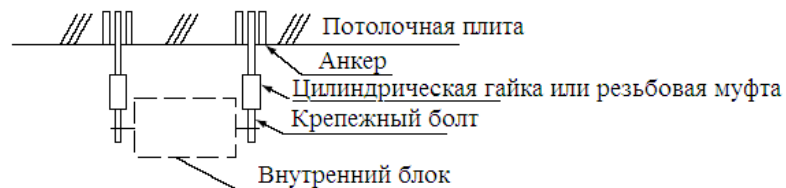

Рис. 4
(2) Установите крепежные болты (Рис. 4). Используются болты размера M10. На старых потолках устанавливаются анкеры, а на новых – утопленные анкеры или вставки, способные укрепить потолок, чтобы он выдержал вес подвешенного блока.